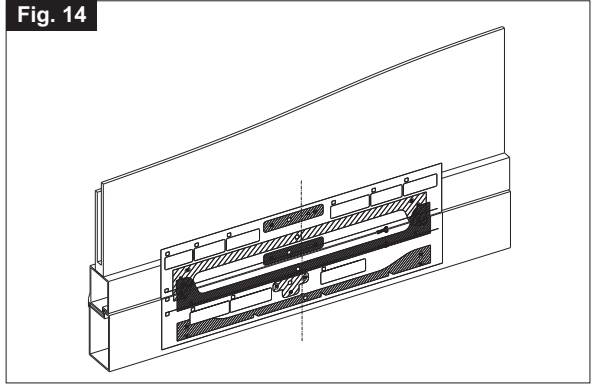

Fig. 15
- 4) **Abb. 15-** Mit einer zweckmäßigen Bohrmaschine die Löcher mit einem dazugehörigen Durchmesser ausführen, wie es auf der klebrigen Schablone angegeben ist;